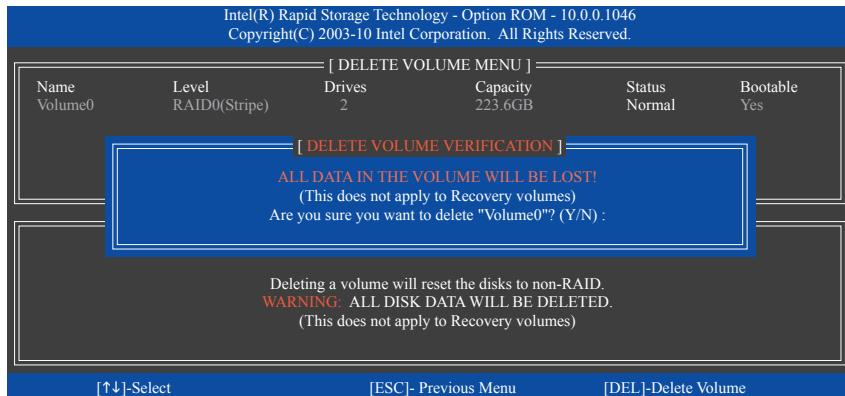

図 12
**DELETE VOLUME MENU** セクションで、上または下矢印キーを使用して削除するアレイを選択し、<Delete> を押します。選択を確認するように求められたら(図 12)、<Y> を押して確認するか<N> を押して中断します。